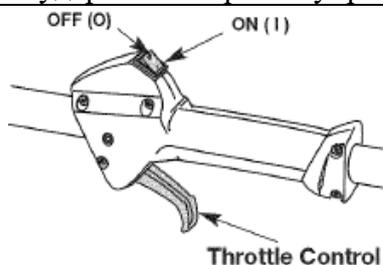

Рис. 6
ПРИМЕЧАНИЕ: нет необходимости включать устройство; переключатель управления запуском/отключением двигателя все время находится в положении ON (I) (Рис. 6).
2. Переместите и удерживайте переключатель управления запуском/остановкой двигателя в положении OFF (O), пока устройство полностью не остановится (Рис. 6).